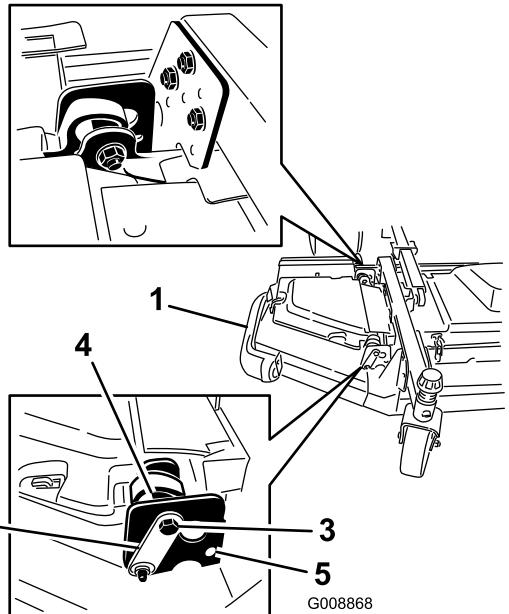

Figura 4
- Instale los pernos de tope delantero y trasero a través de los taladros de montaje superiores y los excéntricos (Figura 4).